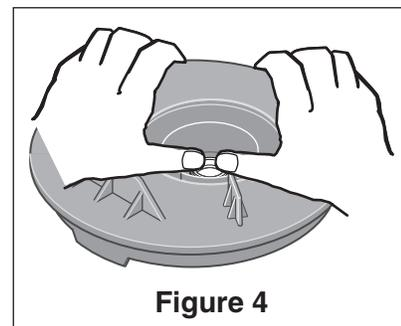

Figure 4
6. Retirer les cinq (5) vis qui fixent le diffuseur à la plaque d'étanchéité. Retirer le diffuseur.
10. Retirer les quatre (4) vis qui fixent la plaque d'étanchéité au moteur.
11. Placer la plaque d'étanchéité, face vers le bas, sur une surface plane et retirer le joint en céramique blanche (se reporter à la **Figure 4**).